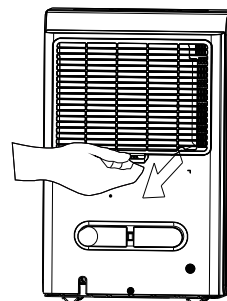

Fig. 14
- Para extraer el filtro, tire de él hacia afuera (Fig. 14).